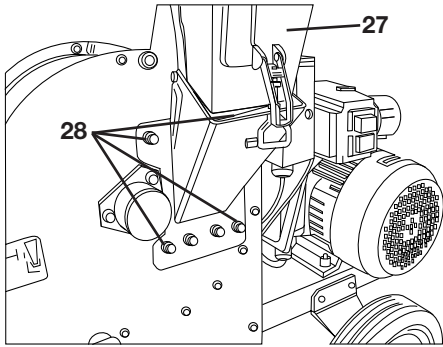

Bild 27
- Seitlichen Trichter (27) durch Lösen der 4 Sechskantmutter (28) (SW 13) entfernen (siehe „Bild 27“).